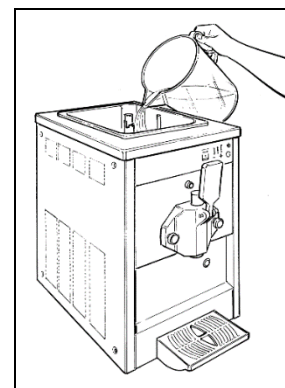

Fig. 12
- Remplir le bac supérieur avec de l'eau chaude (fig.12) et attendre quelques minutes.